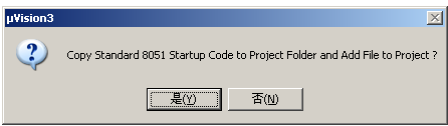

图 29-5 “μ Vision3”对话框
(3) 单击“确定”按钮，此时弹出“μ Vision3”对话框，如图 29-5 所示。单击“是”按钮，完成工程的建立。